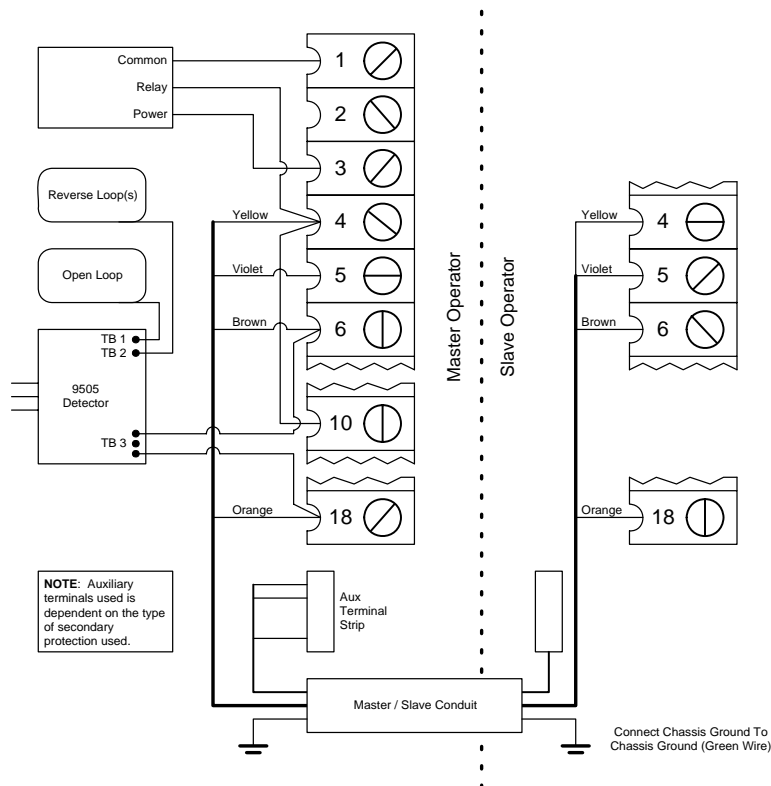

Figura 32
1. Conecte el cableado maestro / esclavo (terminales 4, 5, 6, 18) como se muestra en figura 32. Asegúrese que la energía para ambos operadores estén OFF (APAGADO).
3. Enchufe el círculo de detección 9405 al puerto de círculo OPEN (ABIERTO). Conecte los cables principales desde el círculo OPEN (ABIERTO) al TB 1. Conecte los cables principales desde el círculo(s) REVERSE (INVERSO) al TB 2. Conecte el TB 3 Normalmente Open (N.O.) al terminal 6. Conecte TB 3 Common (C) al terminal 18.